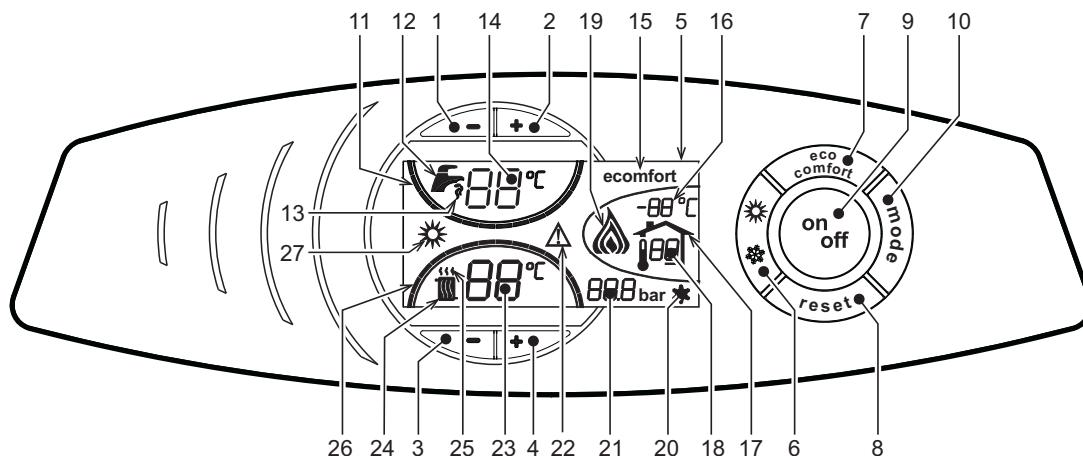
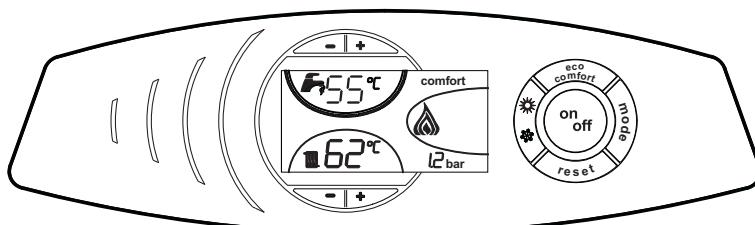
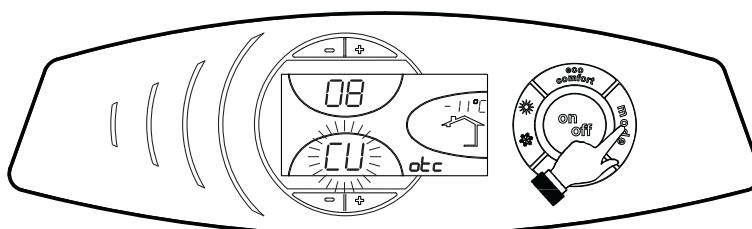

рис. 1 - Панель управления
рис. 3
рис. 11 - Кривая компенсации
О поступлении команды на включение отопления (от комнатного термостата или от пульта ДУ с таймером) предупреждает мигание индикатора теплого воздуха, установленного на радиаторе (дет. 24 и 25 - рис. 1).
Индексные метки с подсветкой системы отопления (дет. 26 - рис. 1) зажигаются по мере приближения измеряемой датчиком температуры к заданному значению.
О поступлении команды на включение системы ГВС, генерируемой при заборе горячей воды, предупреждает мигание соответствующего индикатора на кране (поз. 12 и 13 - рис. 1). Убедитесь, что функция Comfort (поз. 15 -) находится в активном режиме (рис. 3).
Индексные метки с подсветкой системы ГВС (поз. 11 - рис. 1) зажигаются по мере приближения измеряемой датчиком температуры к заданному значению.
При включенной системе нагрева воды в бойлере (заводская установка) на дисплее отображается символ режима COMFORT (поз. 15 - рис. 1); наоборот, если система нагрева выключена, на дисплее высвечивается символ режима ECO (поз. 15 - рис. 1).
Бойлер может быть выключен пользователем (режим ECO) путем нажатия кнопки (поз. 7 - рис. 1). Для включения режима COMFORT снова нажмите клавишу (поз. 7 - рис. 1).
Нажмите клавишу (дет. 9 - рис. 1) в течение 1 секунды.
Для повторного включения котла вновь нажмите клавишу (дет. 9 рис. 1) в течение 1 секунды.
- Нажмите кнопку ON/OFF (9 - рис. 1).
Нажмите клавишу (поз. 6 - рис. 1) в течение 1 секунды.
На дисплее высвечивается символ "Лето" (поз. 27 - рис. 1). При этом котел будет вырабатывать только воду для ГВС. При этом система защиты от замерзания остается активной.
Для выключения режима "Лето" вновь нажмите клавишу (дет. 6 - рис. 1) в течение 1 секунды.
Температура в системе отопления регулируется в пределах от 30 °C до 90 °C с помощью клавиш (дет. 3 и 4 - рис. 1); однако, не рекомендуется эксплуатировать котел при температуре ниже 45 °C.
Температура в системе ГВС регулируется в пределах от 10°C до 65°C с помощью клавиш (поз. 1 и 2 - рис. 1).
При наличии датчика температуры наружного воздуха (опция) на дисплее панели управления (дет. 5 - рис. 1) отображается измеряемая этим датчиком температура. При этом система управления котлом работает в режиме "Плавающая температура". В этом режиме температура воды, подаваемой в систему отопления, регулируется в зависимости от климатических условий внешней среды с тем, чтобы обеспечить максимальный комфорт и экономию энергетических ресурсов в течение всего года. Так, при повышении внешней температуры понижается температура подачи воды в систему отопления, что производится по определенной "кривой компенсации".
С переключением на режим "Плавающей температуры" показатель температуры, устанавливаемый клавишами (дет. 3 и 4 - рис. 1) соответствует максимальной температуре подачи воды в систему отопления. Рекомендуется устанавливать максимальное значение заданной температуры с тем, чтобы позволить системе регулировать изменение температуры во всем диапазоне значений.
При однократном нажатии кнопки (поз. 10 - рис. 1) на дисплей выводится текущая компенсационная характеристика (рис. 11), которую можно изменить с помощью кнопок задания температуры воды ГВС (поз. 1 и 2 - рис. 1).
При нажатии кнопок регулировки температуры отопления (поз. 3 и 4 - рис. 1) открывается доступ к параллельному смещению характеристик (рис. 14), с помощью кнопок регулировки температуры в контуре ГВС (поз. 1 и 2 - рис. 1).
Для выхода из режима параллельного изменения кривых еще раз нажать клавишу (дет. 10 - рис. 1).